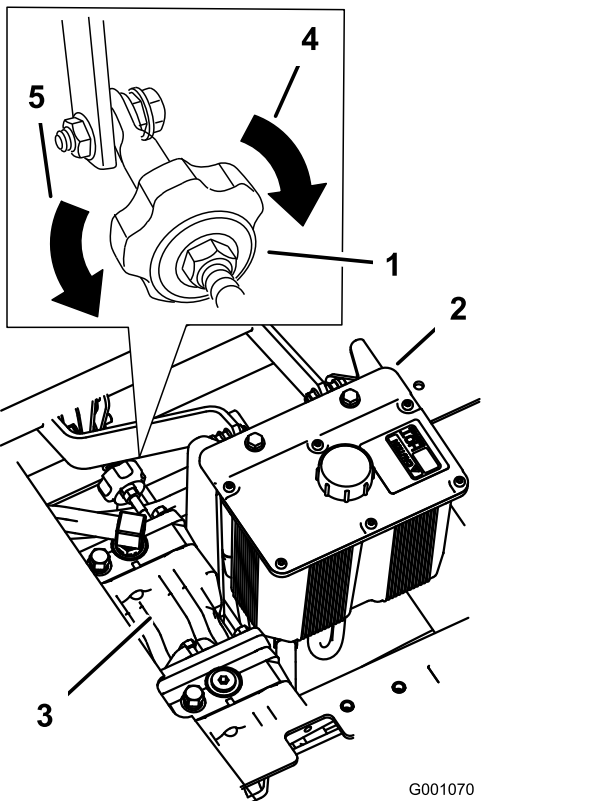

Figura 71
4. Affinché la macchina vada a destra, girate la manopola verso il lato destro della macchina; fate riferimento a Figura 71
5. Affinché la macchina vada a sinistra, girate la manopola verso il lato sinistro della macchina; fate riferimento a Figura 71